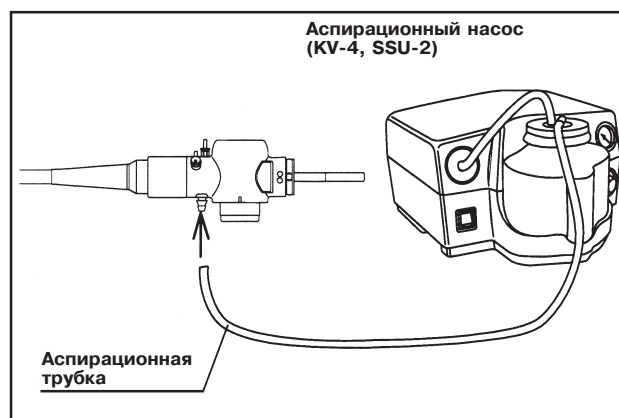

Рис.3.14
8. Присоедините аспирационную трубку от насоса к входу для аспирации на коннекторе универсального кабеля эндоскопа (см. рис. 3.14).